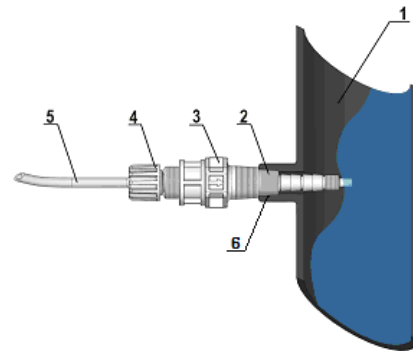

Fig. 7 - Conjunto de conexão
Evitar curvas excessivas para evitar gargalos no próprio tubo tanto no tubo de fluxo quanto no próprio tubo de sucção. No ponto mais adequado para a injeção do produto a ser fornecido, aplicar uma rosca fêmea de gás de 3/8" ou uma 1/2" no conduto da planta a ser tratada. Este encaixe não é fornecido. Apertar a válvula de injeção no "encaixe da junta" usando fita de PTFE; veja a Fig. 7. Conectar o tubo à válvula de injeção cônica e fixá-lo com o anel de bloqueio (4). A válvula de injeção também é uma válvula de retenção.